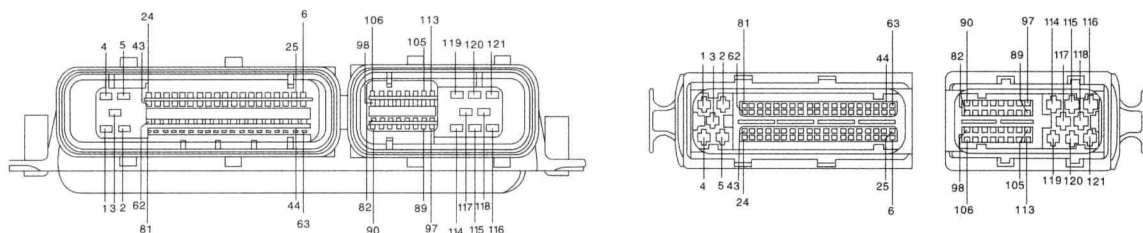

图 1-1-2 3.0L BBJ 发动机电控单元
(1) 发动机电控单元 T81a 如图 1-1-2 所示, 其针脚功能表见表 1-1-5。
(2) 发动机电控单元 T121a 如图 1-1-2 所示, 其针脚功能表见表 1-1-6。